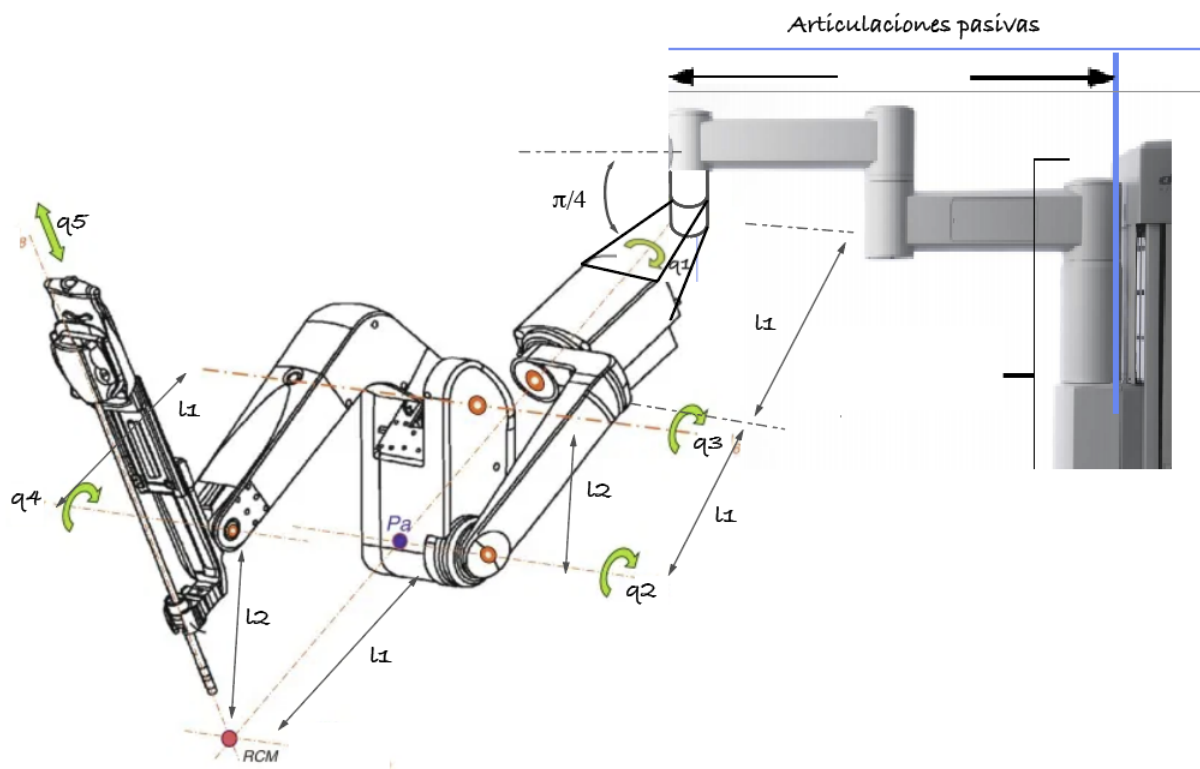

Figura 6: Manipulador Davinci X Manual
6. Dado el manipulador Da Vinci, utilizado para fines médicos ver link Intuitive Surgical como se aprecia en la Figura 6. Las primeras articulaciones son pasivas y se utilizan para posicionar el sistema. Las numeradas desde q_1 en adelante son activas. Las articulaciones pasivas se utilizan para orientar el efector final y estas se ajustan de forma manual, y deben ser tenidas en cuenta. Sin embargo desde el punto de vista de control, las articulaciones numeradas como q_1 en adelante, son las que tienen motorización y control. En este robot existe un centro remoto de movimiento (RCM - Remote Center Motion). Para conocer más del acerca del robot puede visitar Robot Da Vinci. Para el análisis asuma $L_1 = 55 \text{ cm}$, $L_2 = 40 \text{ cm}$